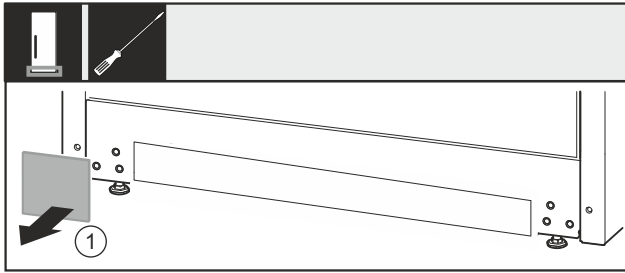

Fig. 37
- ▶ Abdeckung *Fig. 37 (1)* abnehmen.